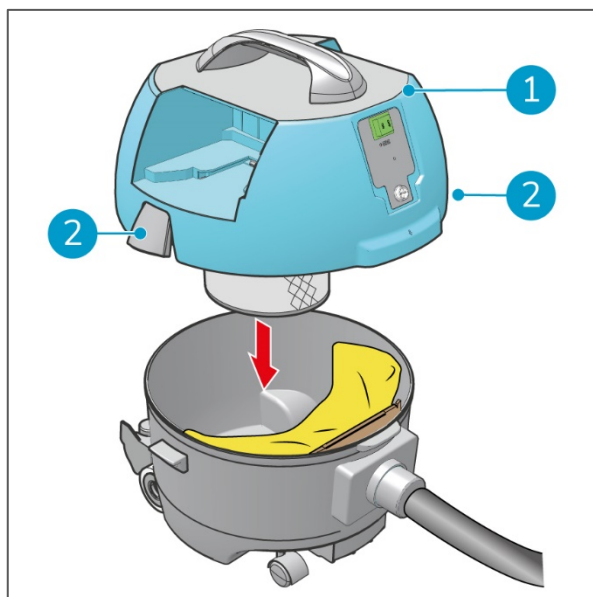

Abbildung 26
9. Setzen Sie den Deckel (Figure 26, Pos. 1) wieder auf den Kanister.
10. Schließen Sie die Riegel (Figure 26, Pos. 2).